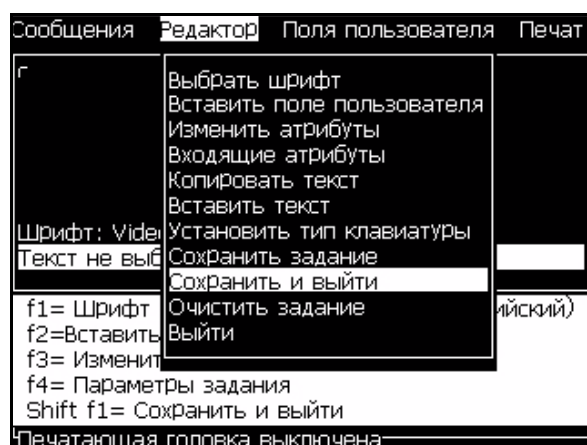

Рисунок 5-27: Опция “Save and Exit” (сохранить и выйти)
- Выберите опцию “Save and Exit” (сохранить и выйти) из меню “Editor” (редактор) (Рисунок 5-27).